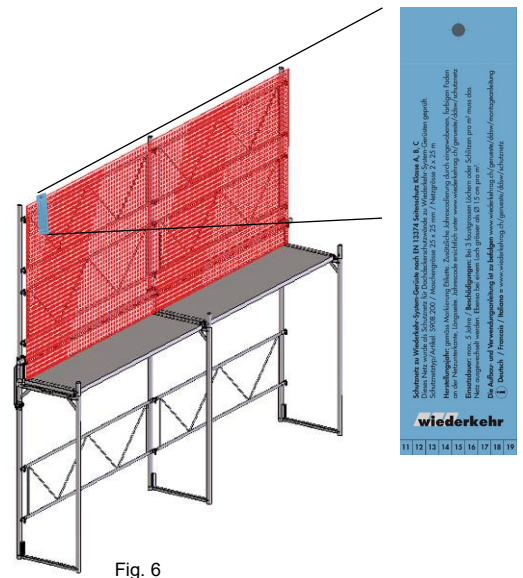

Fig. 6
8. Veiller à ce que le bord supérieur du filet coïncide avec le bord supérieur du support pour garde-corps. Le bord inférieur du filet repose sur le plateau de l'échafaudage. (fig. 6)